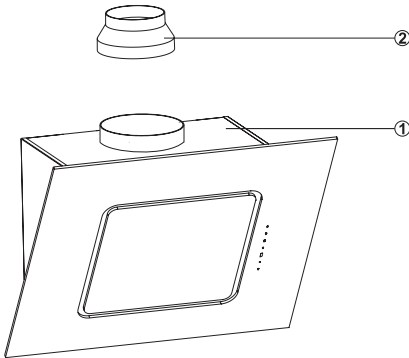
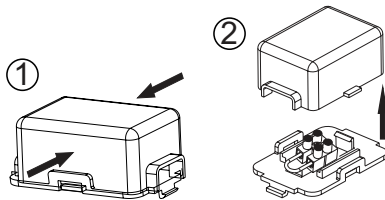

Abb. 3: Abluftstutzen-Teile
Abb. 3.2: Anschluss Fensterkippschalter
In der Motorbox ist in einer kleinen schwarzen Box (⇨ Abb. 3 ⑤) eine Lusterklemme mit eingesetzter Kabelbrücke installiert (⇨ Abb. 3.2). Öffnen Sie die Box indem Sie den Deckel an den langen Seiten zusammendrücken ① und abnehmen ②.